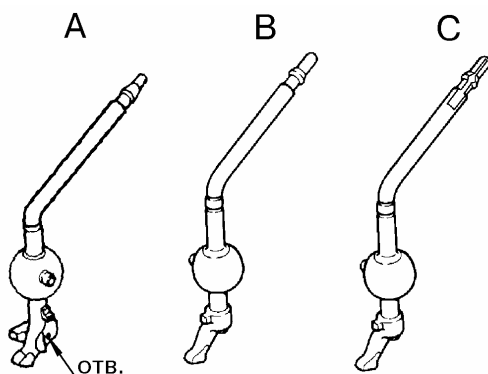

Рис.53. Рычаг переключения передач:
4.2.23 Рычаг переключения передач - 2101-1703080, 2107-1703080, 2120-1703080, рис.53.
На рычаге переключения передач 2101-1703080 в нижней его части имеется отверстие для крепления пружины, рис.53 (А).
Нижняя часть рычага 2107-1703080 имеет иную конструкцию по сравнению с рычагом 2101-1703080, отверстие для крепления пружины отсутствует, рис.53 (В).
В верхней части рычага 2120-1703080 имеется лыска для приварки стержня рычага переключения передач, рис.53 (С).